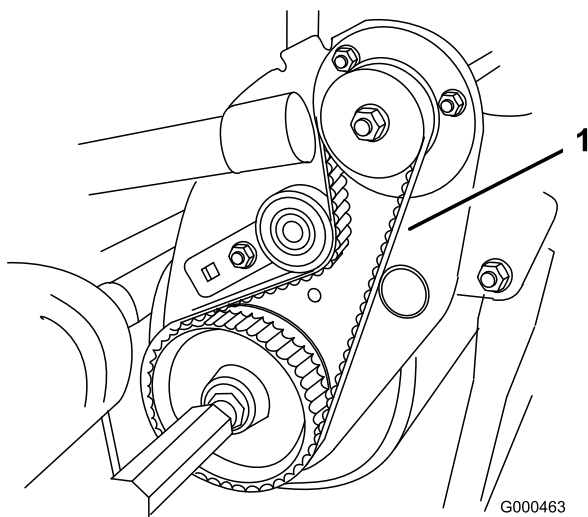

Figura 46
2. Compruebe la tensión presionando la correa (Figura 46) en el punto intermedio entre las poleas con una fuerza de $1,8 \pm 0,5$ kg. La correa debe desviarse entre 4,8 y 7,9 mm. Si la desviación no es la correcta, continúe con el paso siguiente.